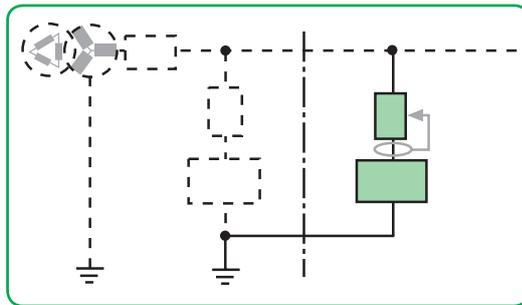

Fig. 5.6. Local con riesgo de incendios.
- **Prevención en los locales con riesgo de incendios.** Protecciones diferenciales de sensibilidad  $\leq 300$  mA. Ver fig. 5.6.